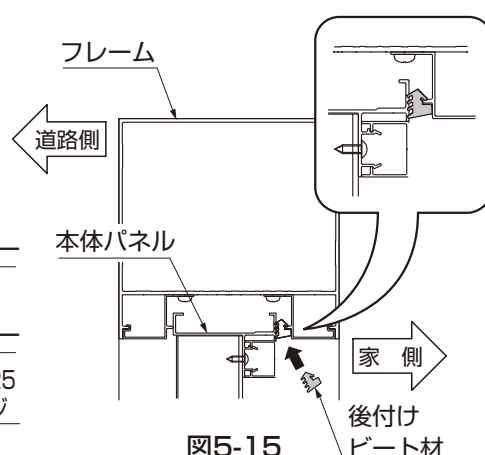

図5-15
- ④後付けビート材を本体パネルとフレームのすき間にはめ込んでください。（図5-15参照）
- ⑤余分な後付けビートを切詰めてください。